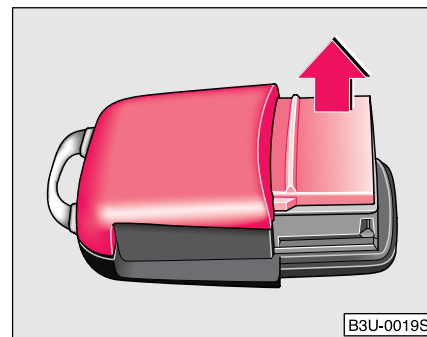

Fig. 21 Capacul telecomandă
- Scoateți capacul telecomenzii în direcția săgeții ⇒ pagina 38, Fig. 21.